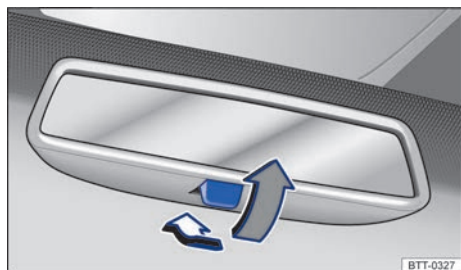

Fig. 122 En el parabrisas: retrovisor interior antideslumbrante manual.
- Para oscurecer el retrovisor, tire de la palanca hacia atrás → **fig. 122**.